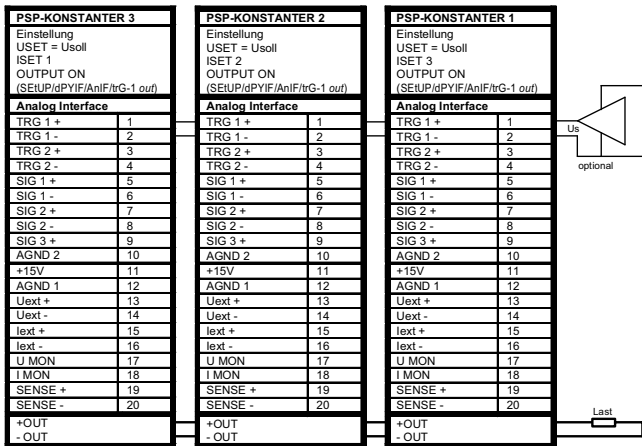

Bild 7.9.1a Verdrahtung für direkte Parallelschaltung.
- Durch Parallelschaltung (Bild 7.9.1a, optionale Verbindung) oder Reihenschaltung der Trigger-Eingänge (Einstellung „SETUP/dPYIF/AnIF/trG-1 out“) können Sie die Ausgänge gemeinsam ein- und ausschalten.